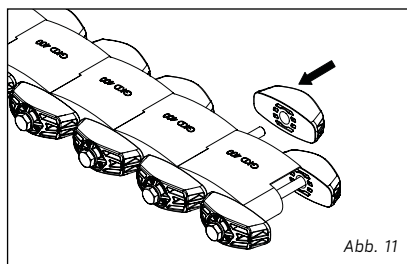

Abb. 11
- 3** Dann die zuvor entfernte Pressplatte (und Mutter) wieder montieren (siehe Abb.: 11).